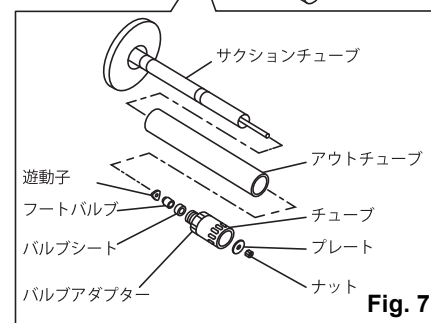

Fig. 7
- 6) アウトチューブを引き出します。もし、バルブアダプターのみ外れてしまう場合は、プレートを固定しているナットのネジを戻し、プレートを外してください。その後、アウトチューブを外し、サクシジョンチューブのローレット部分にパイプレンチを掛けてねじ戻します。そして、前5)項と同様ピンを抜きユニオンのネジを戻すと下ポンプが分離できます。(Fig. 7)